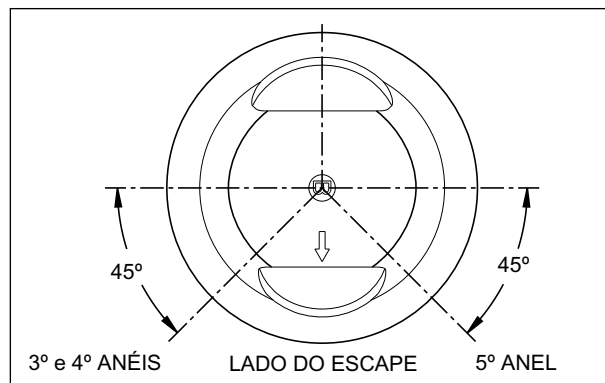

Fig. 3.100
- Monte o anel separador de óleo (3º anel), localizando sua folga na extremidade em direção ao lado de escape (marcado com aero) do pistão, a 45 graus, do centro para a esquerda. (Fig. 3.100)
- Monte o anel de óleo (parte inferior - 5º anel), localizando a extremidade da sua folga em direção ao lado de escape do pistão, a 45 graus, do centro para a direita. (Fig. 3.100)
- Monte o anel de óleo (parte superior - 4º anel), localizando a extremidade da sua folga em direção ao lado de escape do pistão, a 45 graus, do centro para a esquerda. (Fig. 3.100)
Lembre-se de que a engrenagem da árvore do comando também é comum com outros modelos e possui várias marcações. Ao instalar a engrenagem na motocicleta MOTTU Sport, apenas a marca (A) deve estar alinhada com a marca (B) no cabeçote. (Fig. 3.100)